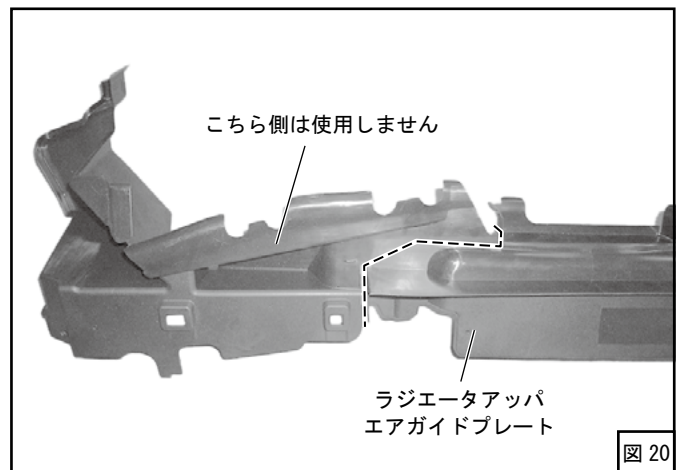

図 20
(19) エアフロメータセンサにコネクタを接続してください。
(20) ラジエータアッパエアガイドプレートを図 20 を参考に切断してください。(図 20)